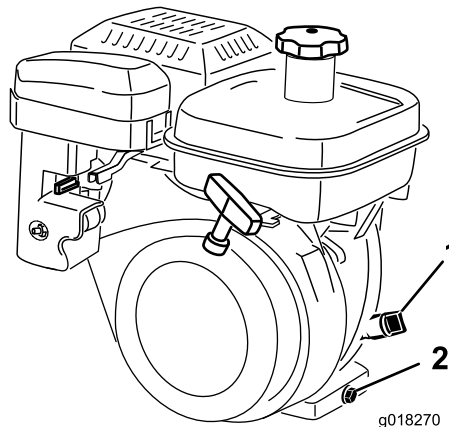

Рисунок 30
2. Установите газонокосилку так, чтобы двигатель был расположен горизонтально, и очистите масломерный щуп со всех сторон (Рисунок 30).
3. Извлеките масломерный щуп, повернув его против часовой стрелки (Рисунок 30).
масла, чтобы поднять уровень до области между метками H и L на щупе (Рисунок 30).
2. В задней части машины подставьте сливной поддон под пробку сливного отверстия (Рисунок 30).